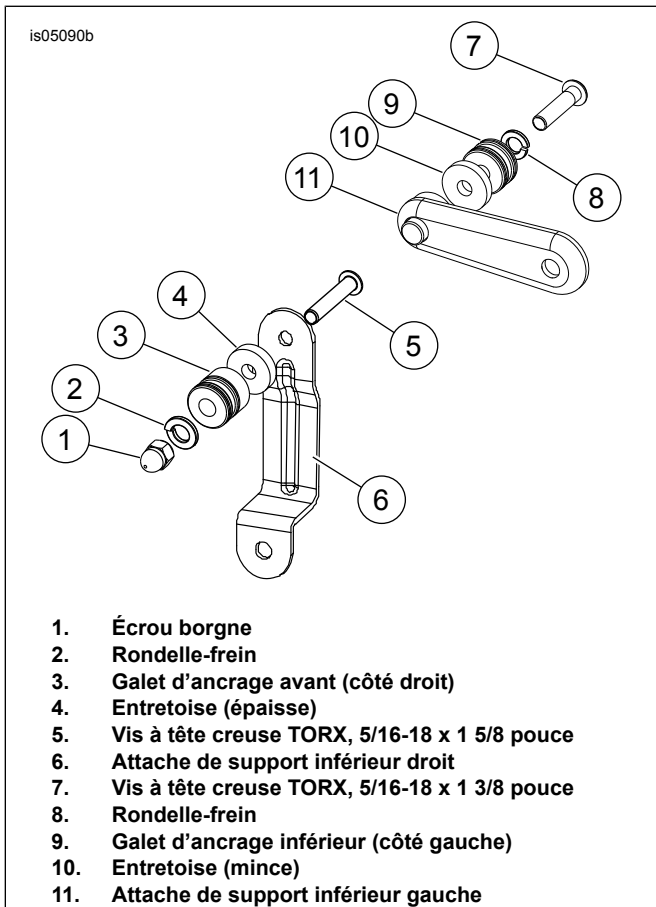

Figure 2. Ensembles de support (année modèle 2007)
1. Voir Figure 2. Installer la vis à tête creuse hexagonale de 1 5/8 pouce (5) dans l'arrière du support inférieur droit (6) et ajouter les pièces suivantes dans l'ordre indiqué sur le support : entretoise (4), galet d'ancrage avant (3), rondelle-frein (2) et écrou borgne (1).
1. Voir Figure 2. En utilisant la vis à tête creuse TORX® de 1 3/8 pouce (7), empiler les pièces suivantes dans l'ordre indiqué : rondelle-frein (8), galet d'ancrage inférieur (9), entretoise (10), et les monter sur le support (11).